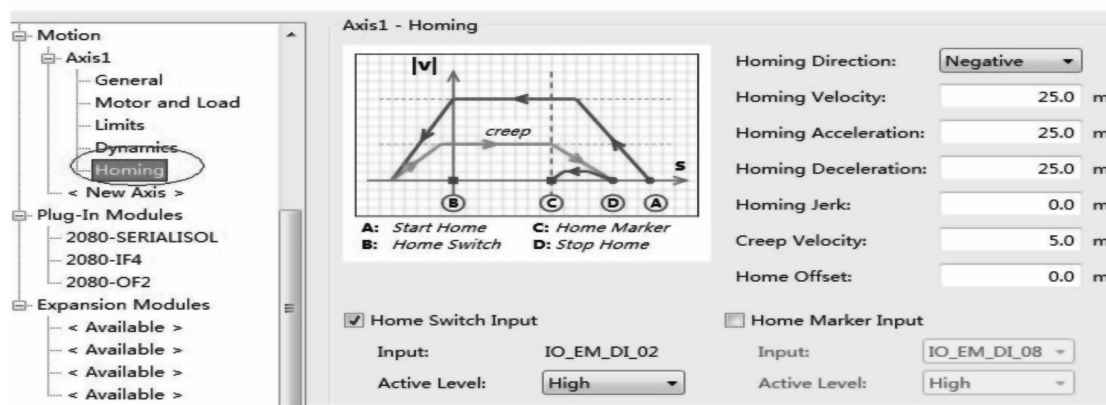

图 7-25 “Homing” 配置
6) 配置“Homing”，该选项中可以配置索引模式下的各个归零属性，比如归零方向、归零速度、归零加速度、归零偏移量等，配置如图 7-25 所示。